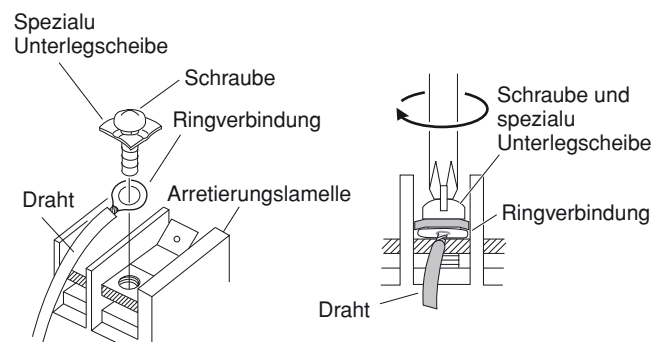

Abb. 32
- (4) Platzieren Sie den Draht, der nun eine Ringverbindung hat, auf den entsprechenden Anschluß, bringen Sie die Klemmschraube an ihren Platz und ziehen Sie sie mit dem Schraubenzieher fest. (Abb. 32)